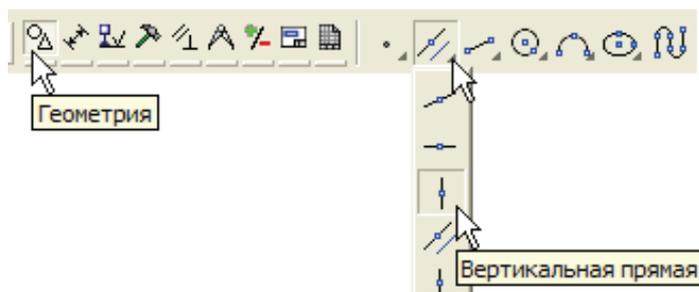

Рис. 8.14
- Нажмите кнопку  **Вспомогательная вертикальная прямая** на панели команд **Геометрия** (рис. 8.14).